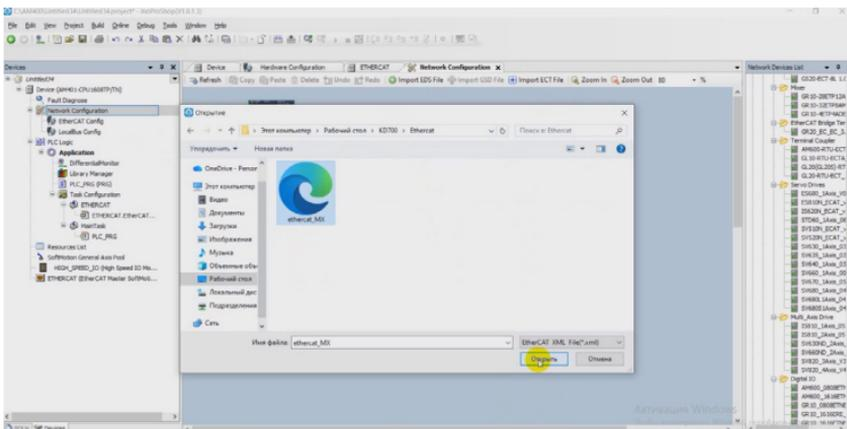

Рисунок 6.6 – Импорт ECT-файла
5) После этого в подменю «Network configuration» выберите вкладку «Import ECT file» (рис.6.6).